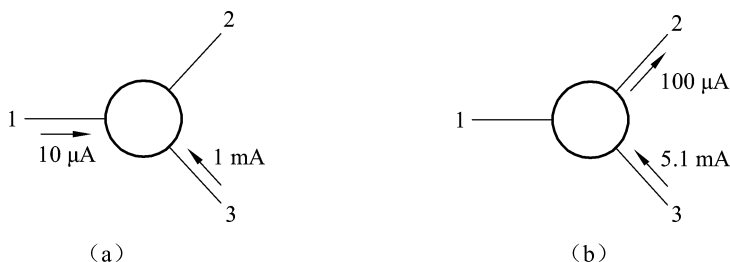

图 1.3.3
2. 已知图 1.3.3 (a)、(b) 中两只三极管的电流放大系数分别为 100 和 50, 现测得放大电路中这两只管子两个电极的电流如图所示, 则另一个电极的电流为: 图 (a) _____, 图 (b) _____. 则晶体管的类型 (NPN 或 PNP): 图 (a) _____, 图 (b) _____. 节点 1、2、3 对应的电极为: 图 (a): 1—____, 2—____, 3—____; 图 (b): 1—____, 2—____, 3—____. 在图中标出该电极电流的方向。